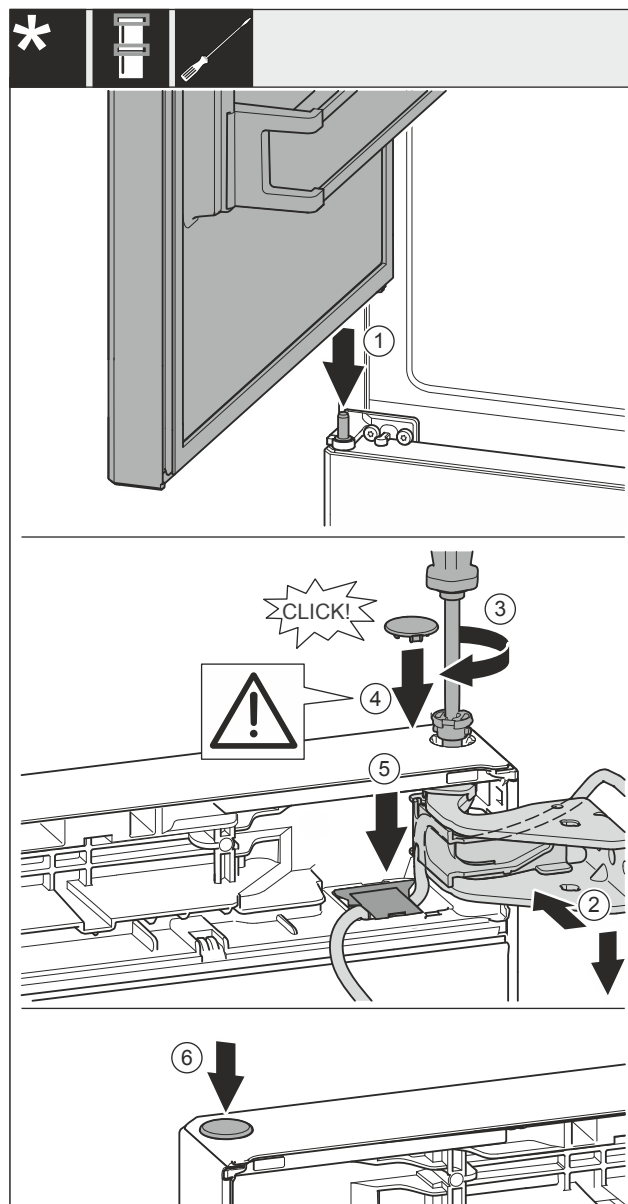

Fig. 60
- ▶ Placer la porte supérieure sur l'axe de palier central Fig. 60 (1).
- ▶ Aligner la porte en haut sur l'ouverture du support de palier Fig. 60 (2).
- ▶ Insérer l'axe Fig. 60 (3) et le serrer avec un tournevis.
- ▶ Installer le couvercle Fig. 60 (4).
- ▶ Vérifier que le couvercle Fig. 60 (4) repose bien sur la porte.
- ▶ Mettre le cache Fig. 60 (5) en place et le pousser vers le bas jusqu'à ce qu'il s'enclenche.
- ▶ Installer le couvercle Fig. 60 (6).